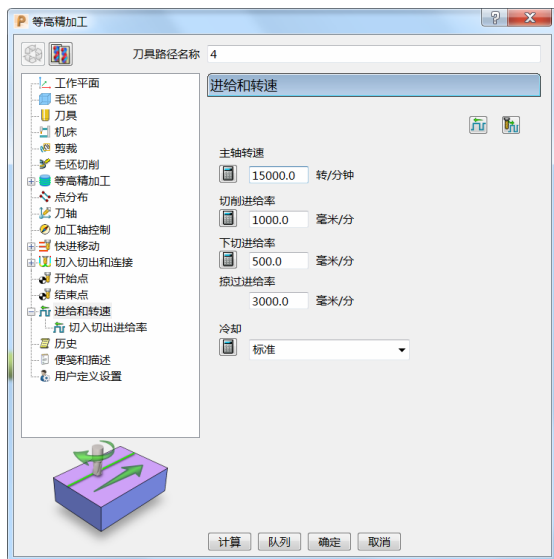
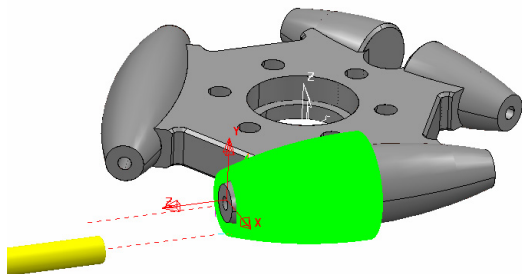

图 4-39
图 4-40
10) 进给和转速: 主轴转速 15000.0r/min、切削进给率 1000.0mm/min、下切进给率 500.0mm/min、掠过进给率 3000.0mm/min。(图 4-39)
11) 单击图 4-39 中的“计算”按钮, 刀具路径如图 4-40 所示。